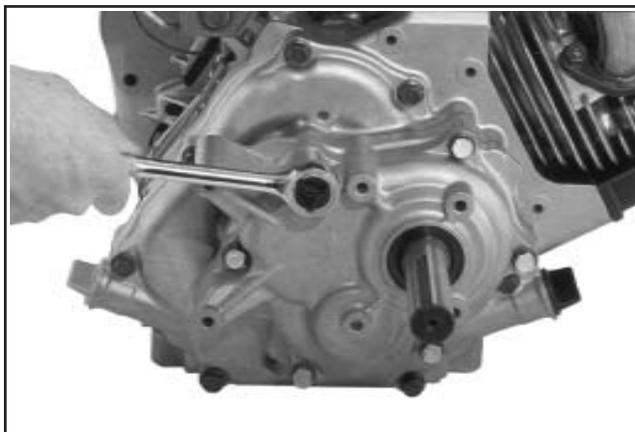

Figure 9-70. Retrait des vis du couvercle du carter.
- Retirer les six vis de montage du couvercle de réduction. Voir la figure 9-70.